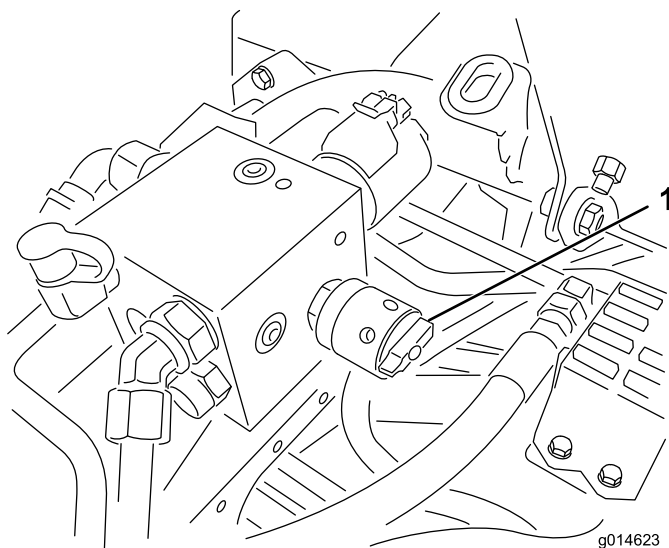

Figura 54
6. Rode o controlo da velocidade dos cilindros para a posição 1 (Figura 54).